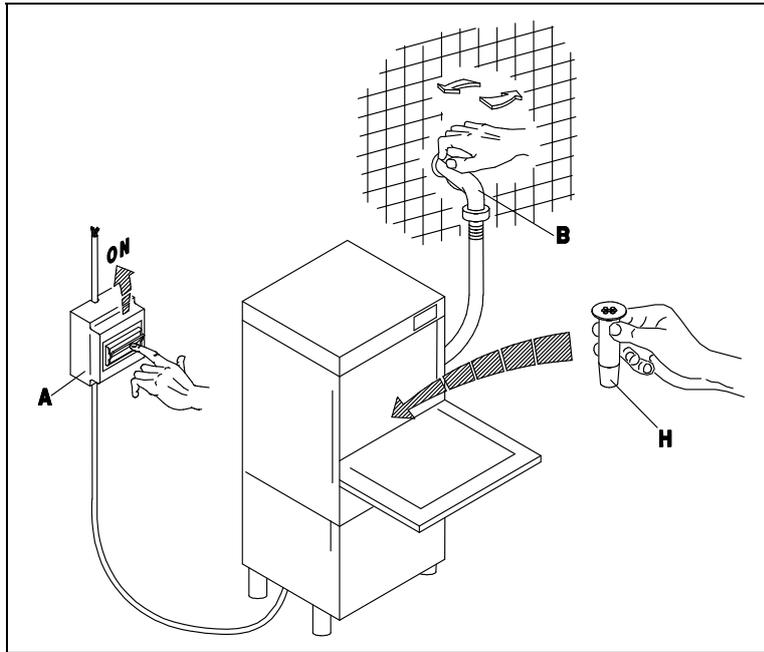

Bild. 3-1
- Den Wasserhahn (B) öffnen, den Hauptschalter einschalten (A), das Überlaufrohr einstecken (H), die Tür schließen und den Schalter 0-I (1) einschalten. Die Kontrollampe (A) leuchtet auf und es startet die Befüllung von Boiler und Tank. Am Ende dieser Phase leuchten die Kontrollampen (D) und (E) auf. (Bild. 3-1÷3-2)
(Bild. 3-1 - 3-2)